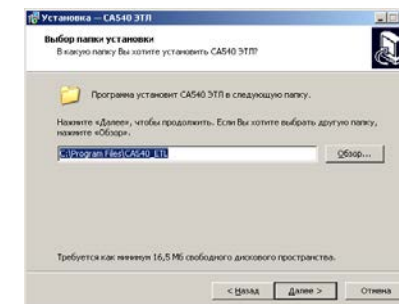

Рисунок 8.2
2) Определить место размещения ПО, для чего в окне (рисунок 8.2) следует либо согласиться с предлагаемой по умолчанию папкой C:\Program Files\CA540_ETL, либо выбрать другой вариант, щелкнув по кнопке Обзор. Для продолжения выполнения установки программы щелкнуть по кнопке Далее.